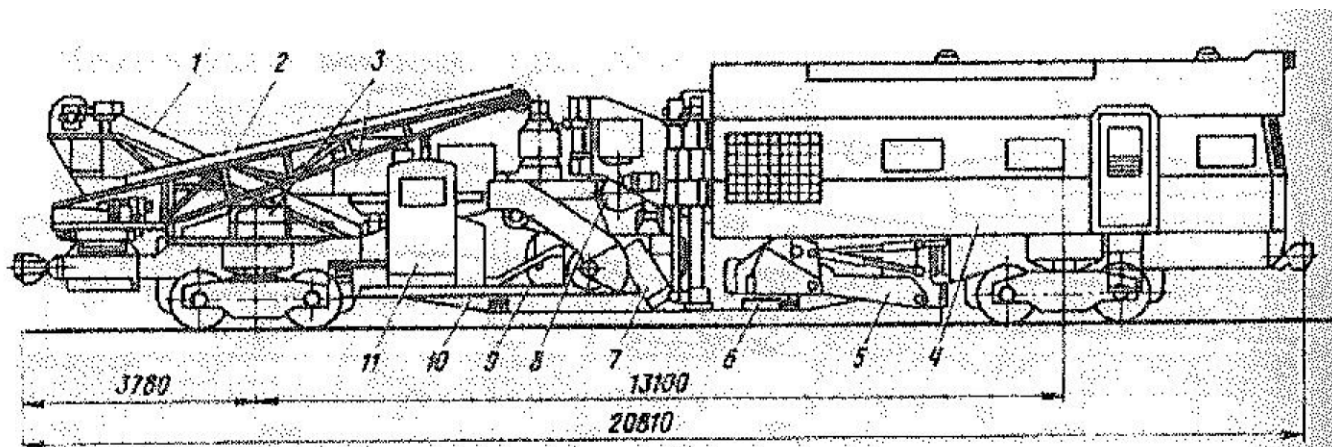

Рис. 6. Железнодорожно-строительная машина ЩОМ 3У
14. Что изображено на рис. 6 под № 9
15. Что изображено на рис. 6 под № 1 и №2